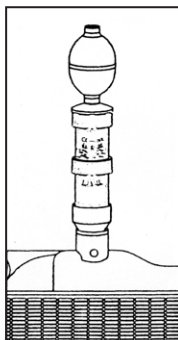

Fig. 2
4. Kun det som beskrives i fig. 2, placer cylinderlækagetesteren i kølerens/ekspansionsbeholderens åbning og pump damp fra køleren ved hjælp af gummiblæseren. Bægeret i bunden af cylinderlækagetesteren bruges som et dampfilter.